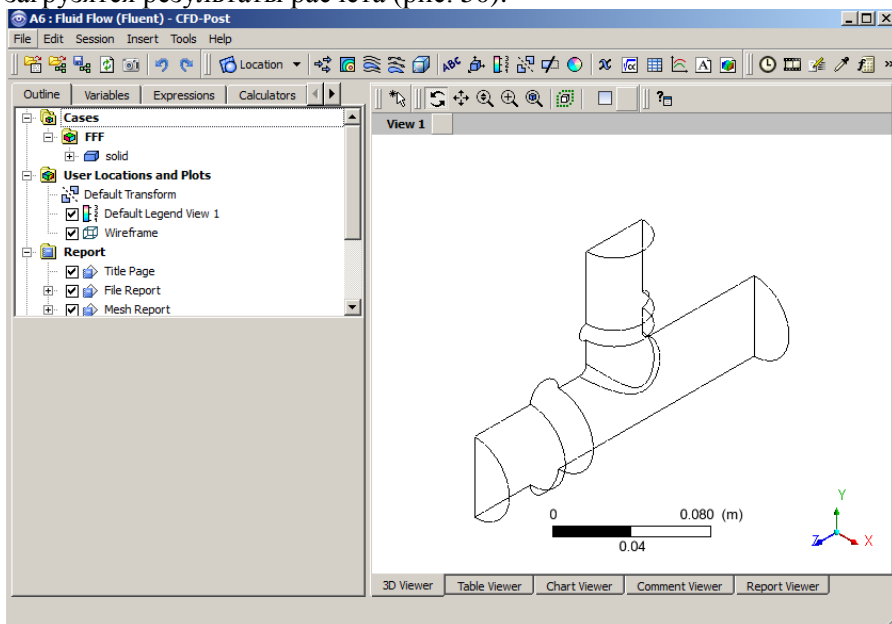

Рис. 50 - Окно постпроцессора с расчётной моделью
**Шаг 1.** Для более детального анализа результатов нужно зайти в постпроцессор, дважды кликнув на элементе *Results*. При этом откроется окно постпроцессора *CFD Post* и в него автоматически загрузятся результаты расчёта (рис. 50).